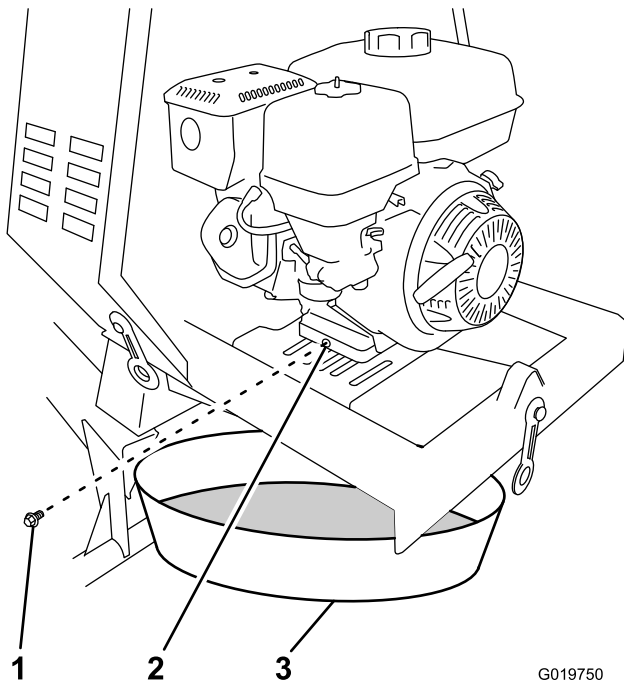

Figure 46
3. Placez un bac de vidange sous l'orifice de vidange d'huile du moteur (Figure 46).
4. Retirez le bouchon de vidange et laissez l'huile s'écouler dans le bac de vidange (Figure 46).
5. Lorsque la vidange d'huile est terminée, remettez le bouchon de vidange en place avec une rondelle neuve (Figure 46).